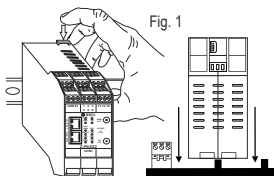

Fig. 1
- 2) Introducir el conector trasero IDC10 del módulo en una ranura libre del accesorio para el carril OMEGA como se muestra en la Fig 1. (la introducción es unívoca porque los conectores son polarizados).
- Para fijar el módulo al carril OMEGA, apretar los dos ganchos ubicados a los lados del conector posterior IDC10 como se muestra en la Fig 1.